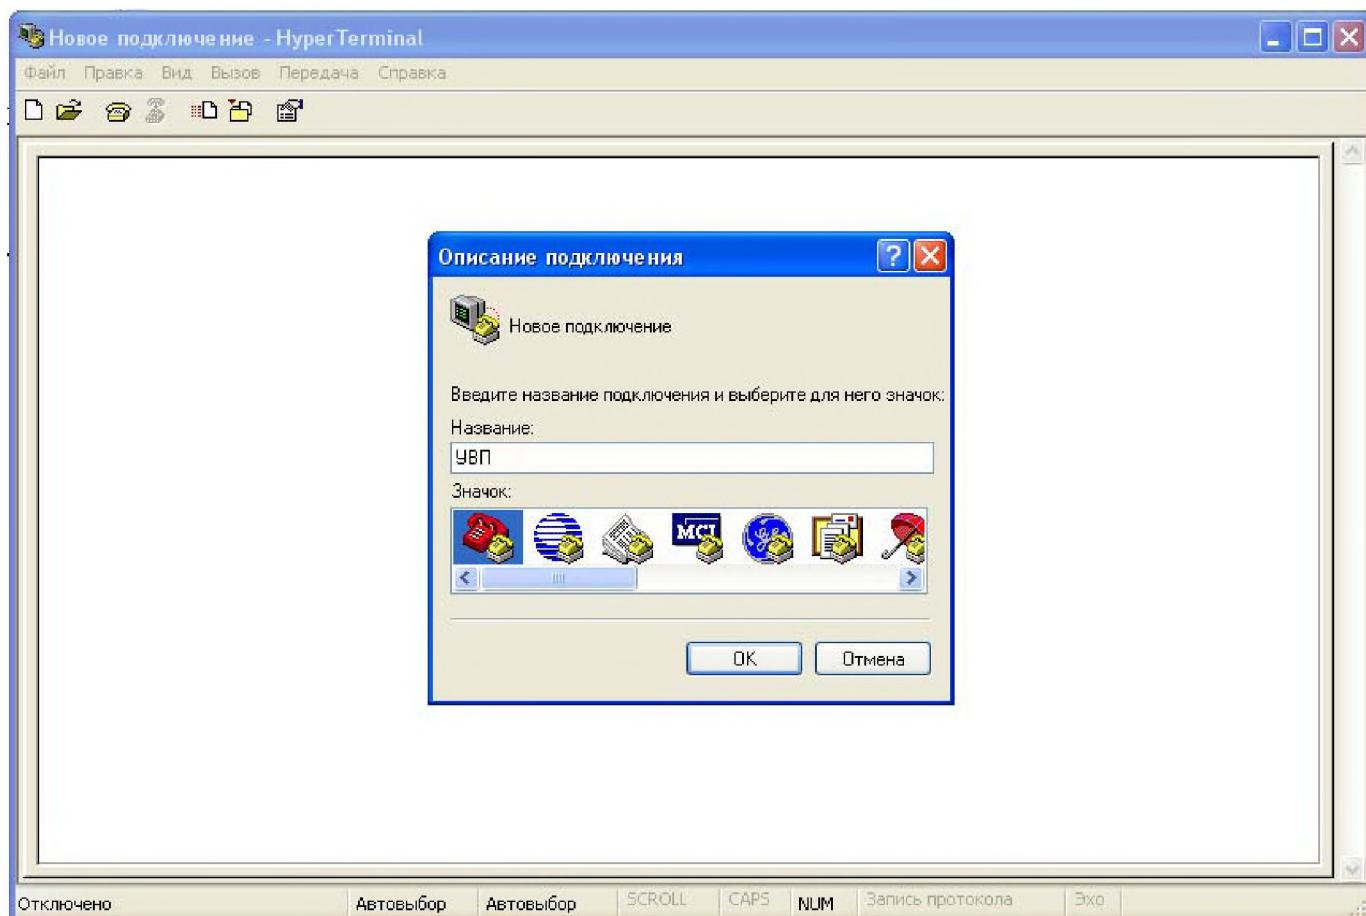

Рисунок 3
- в) Запустить программу Hyper Terminal (Программы → Стандартные → Связь → Hyper Terminal) и создать новое подключение с произвольным названием, например, "УВП" (рисунок 3)